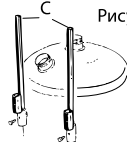

Рисунок 6.3
3. Установите два опорных рычага С, не фиксируёте их (рис. 6.3).